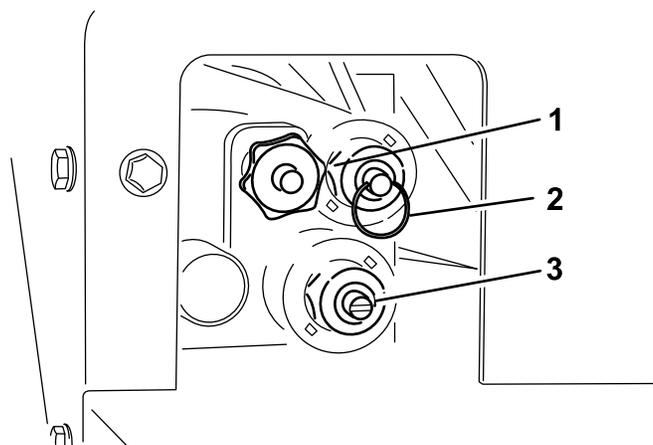

Рисунок 25
Органы переключения на ручное управление расположены на блоке управления гидравликой со стороны водителя (Рисунок 25).
- Чтобы поднять бункер (Рисунок 25), нажмите на кольцо на штоке клапана.
- Чтобы опустить бункер (Рисунок 25), вытяните наружу кольцо на штоке клапана.
- Для регулировки скорости вращения разбрасывателя (Рисунок 25) необходимо использовать шлицевую отвертку. Вращение ручки по часовой стрелке приводит к увеличению скорости, вращение против часовой стрелки — к уменьшению скорости.
- Для регулировки скорости движения транспортера (Рисунок 25) необходимо повернуть ручку по часовой стрелке. В